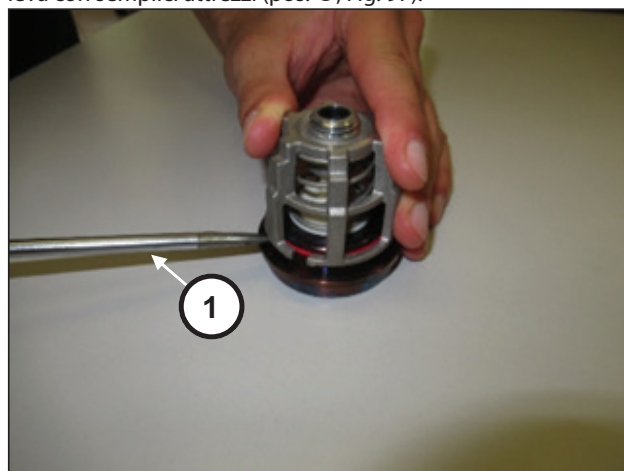

Fig. 97
Smontare i gruppi valvola di aspirazione e mandata facendo leva con semplici attrezzi (pos. ①, Fig. 97).